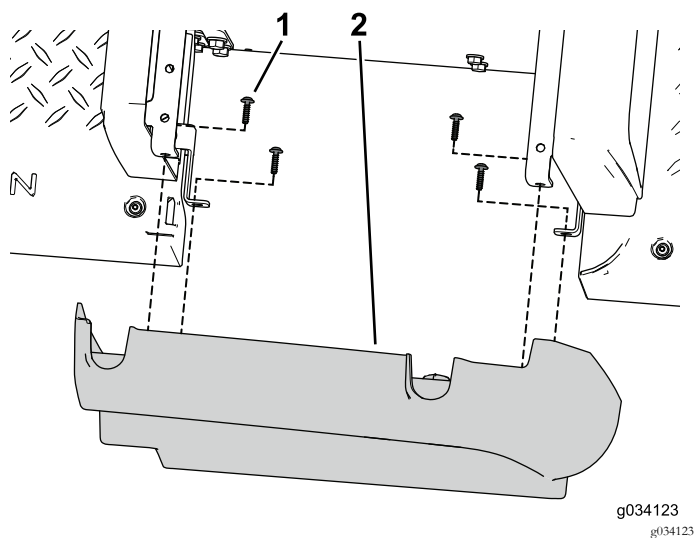

Figure 43
1. Avec les 8 vis autotaraudeuses (3/32" x 7/8"), fixez les panneaux latéraux gauche et droit du kit aux panneaux de base des sièges avant (Figure 43).